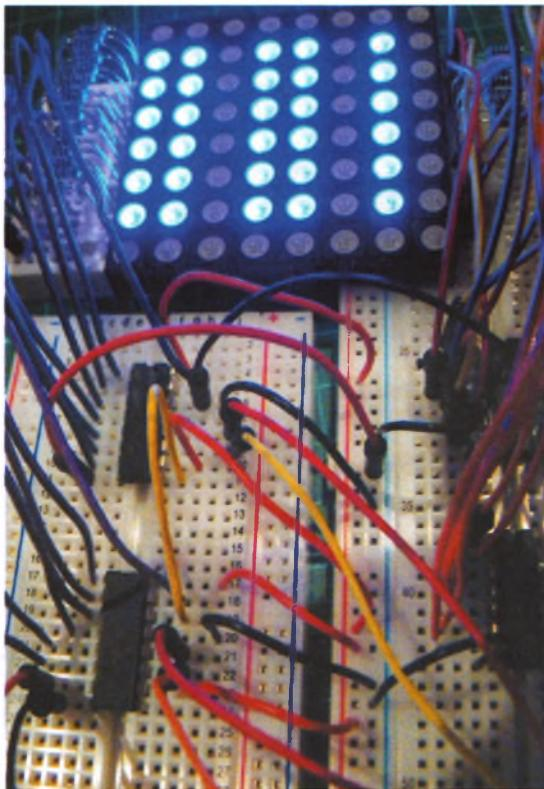

РИСУНОК 24.4
- Установите один сдвиговый регистр на одну из макетных плат рядом с контактами общего анода светодиодной матрицы. Установите микросхему так, чтобы она перекрывала канавку макетной платы, как показано на рис. 24.4. Подключите контакты общего анода светодиодной матрицы к первому сдвиговому регистру в соответствии с таблицей ниже. Эти контакты не нуждаются в резисторах.